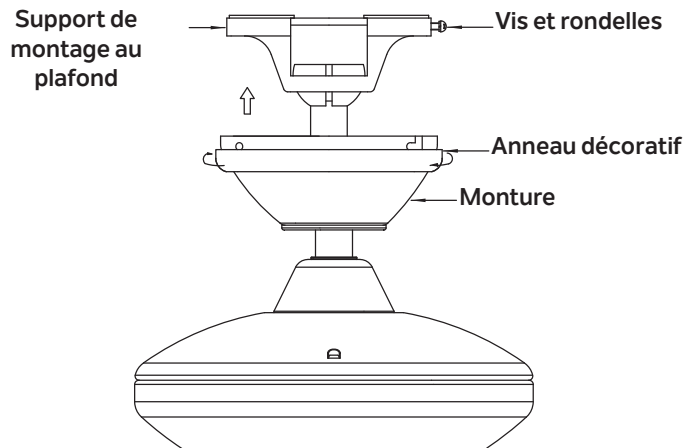

Fig. 12
Étape 2. Faites glisser la monture jusqu'au plafond et fixez la monture au support de montage au plafond, à l'aide des 4 vis sur le bord supérieur du support de montage. Insérez chaque vis à travers le trou de montage de la monture dans le support de montage. Serrez bien toutes les vis. (Fig. 12)